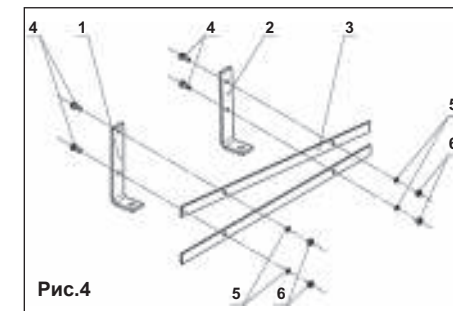

Рис.4
2. Используя болты 4, шайбы 5 и гайки 6 собрать две лопасти как показано на рис. 4. Затяжку болтовых соединений произвести от руки.